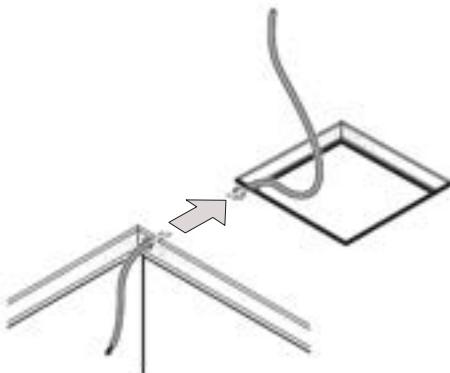

Abb. 07: Stromversorgungskabel
- ▶ Verlegen Sie ein 230-V-Stromversorgungskabel zum Dachausschnitt. Verlegen Sie das Kabel möglichst durch die Dachdämmung, wie in Abb. 07 dargestellt.